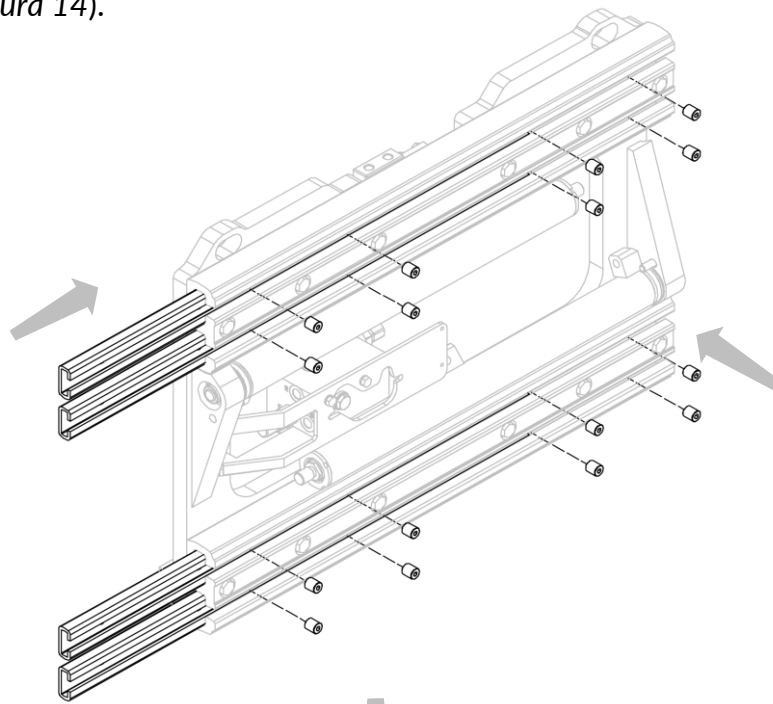
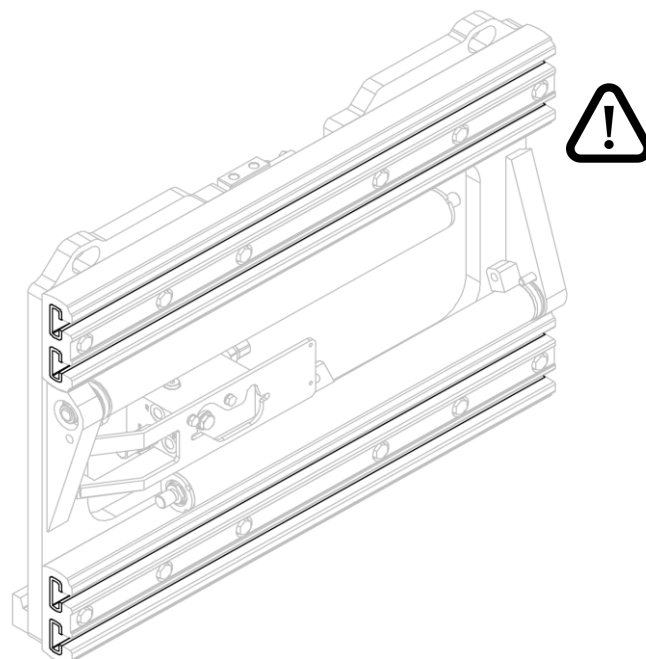

Figura 13
Figura 14
2. Inserte las deslizaderas de nailon y fíjelos con los tornillos (mira *Figura 13* y *Figura 14*).